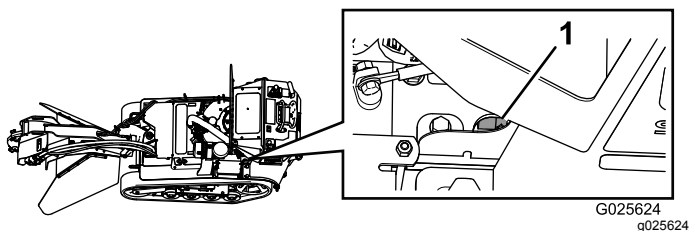

Figura 40
**Nota:** La valvola di intercettazione del carburante è accessibile anche attraverso il telaio, dietro la batteria (Figura 40).